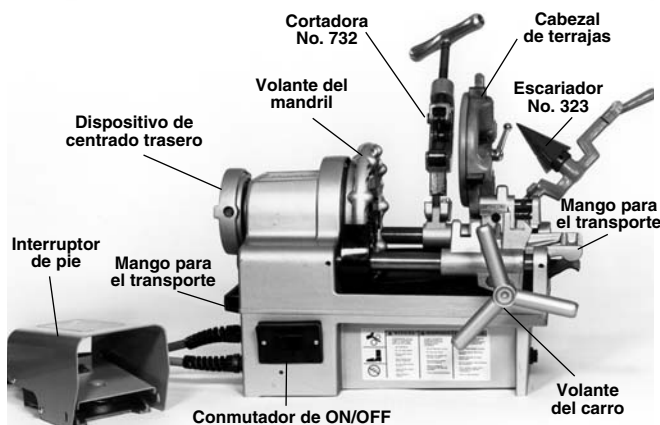

Figura 3 – Máquina Roscadora No. 1215
1. Asegure que la Roscadora esté desenchufada y que su conmutador ON/OFF (encendido/apagado) se encuentre en la posición de OFF (apagado) (Figura 3).